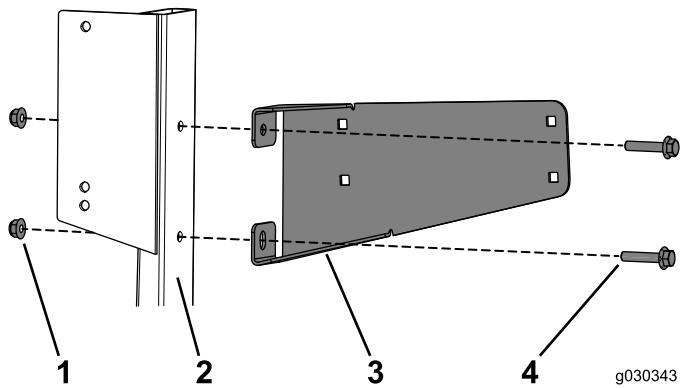

Figure 25
- Fixez le support du réservoir sur le support tubulaire dans le compartiment moteur au moyen de 2 boulons à embase (5/16 x 1½ po) et 2 écrous à embase (Figure 25).